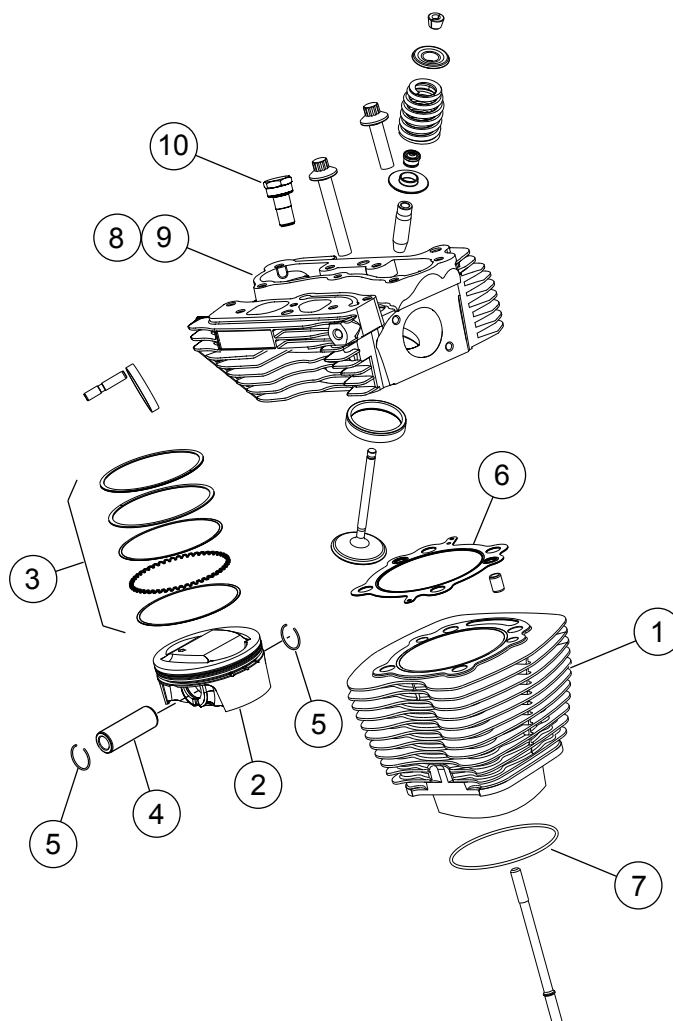
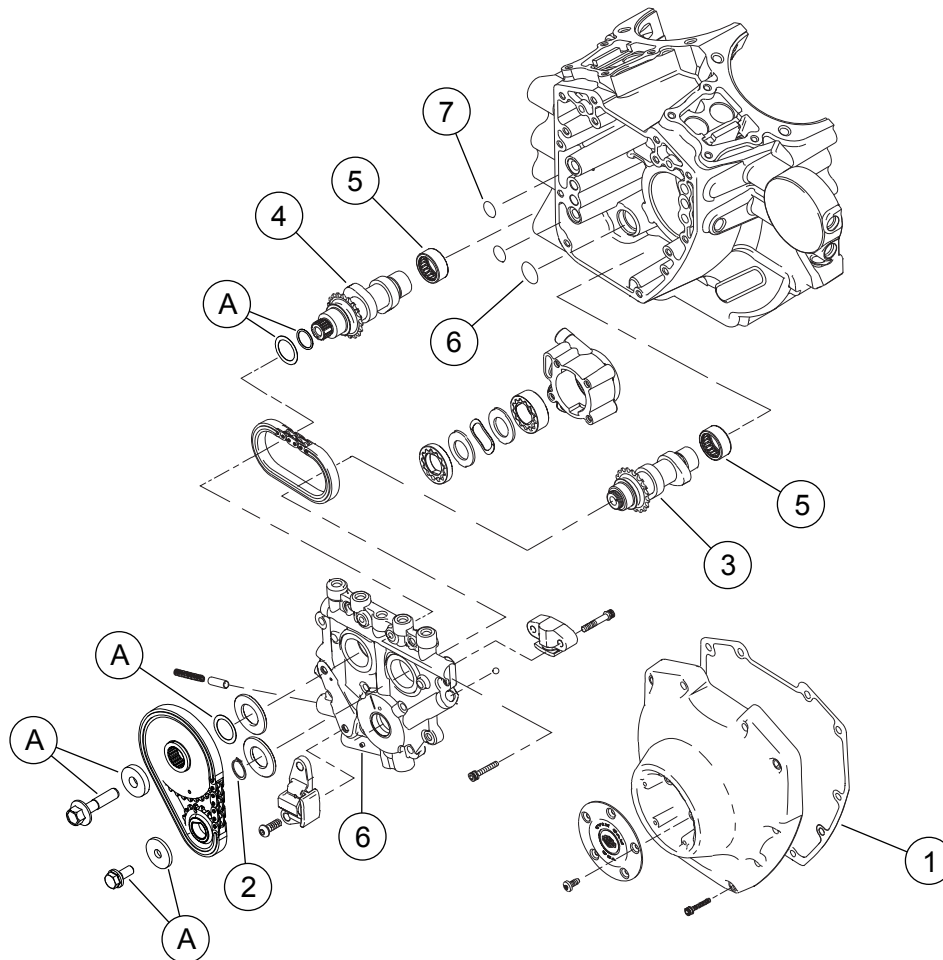

Figure 1. Mga Pamalit na Piyesa: Screamin' Eagle TC 103 (1690 cc) Stage 4 Kit
Figure 3. Mga Pamalit na Piyesa: Screamin' Eagle Pro 103 (1690 cc) Stage 4 Kit
Tingnan Figure 1 upang Figure 3, at Talahanayan 1 upang Talahanayan 3.
1. Tingnan ang Figure 3 . Suriin ang camshaft needle bearings (7) at palitan kung kinakailangan.
2. Tingnan Figure 1 hanggang Figure 3 . Mag-assemble ng mga cam sa camplate, performance cylinder heads at engine top end gamit ang mga bahagi mula sa kit. Sumangguni sa naaangkop ng mga seksyon ng MAKINA sa manwal ng serbisyo.